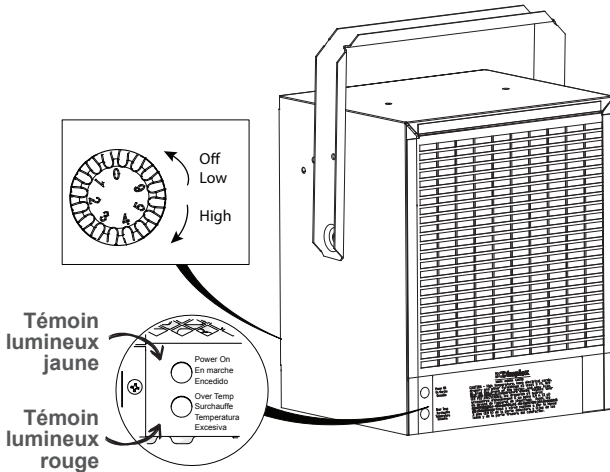

Figure 5
1. Avant de brancher ou de débrancher l'appareil, tourner le bouton complètement dans le sens inverse des aiguilles d'une montre (Figure 5).